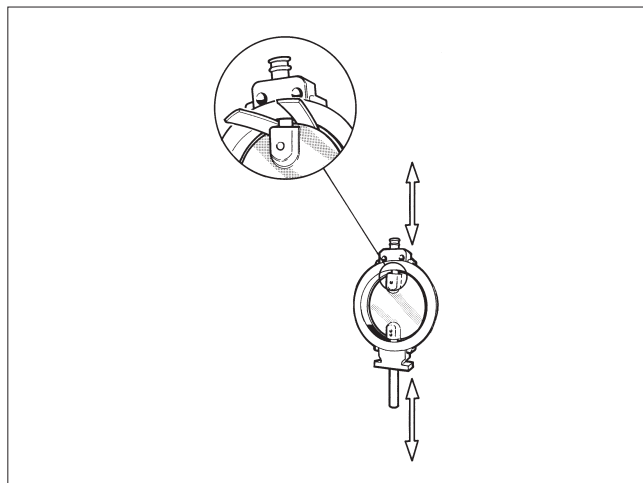

Abb. 15 Schützen Sie die Klappenscheibe während der Montage und Demontage.
- Setzen Sie Gummistreifen oder etwas anderes Schützendes zwischen die Klappenscheibenkanten und das Gehäuse und entfernen Sie die Wellen (siehe Abb. 15).
- Setzen Sie die Klappenscheibe horizontal auf eine Unterlage, so dass die flache Seite der Klappenscheibe gegen die Unterlage liegt. Heben Sie das Gehäuse um die Klappenscheibe, so dass die Wellenbohrungen zu den Bohrungen in der Scheibe passen. Schützen Sie die Scheibe (siehe Abb. 15).